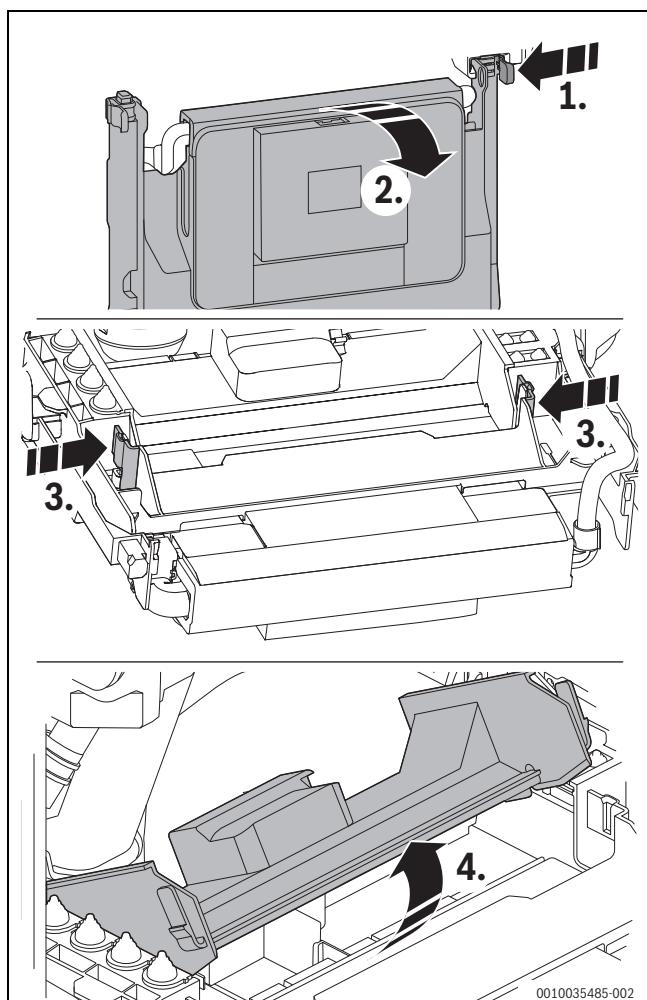

Bild 45 Steuergerät öffnen
- Steuergerät nach unten klappen (→ Bild 45).